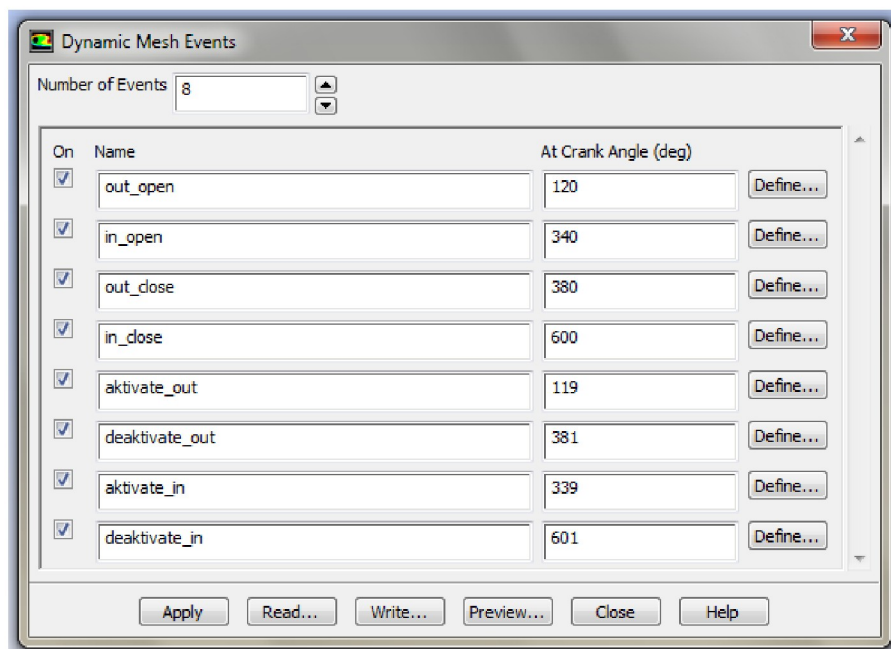

Рисунок 2.27 – Меню задания динамических событий (*Events*)
7. Выполненные прежде настройки позволяют установить время, в которое будут происходить то или иное динамическое событие, имеющее место в цилиндре ДВС, такое как открытие и закрытие клапана. Это осуществляется следующим образом (рисунок 2.27):